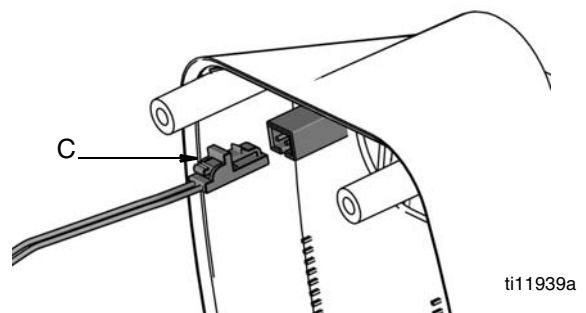

FIG. 33
5. Unsnap le fil solénoïde (C) (FIG. 33).